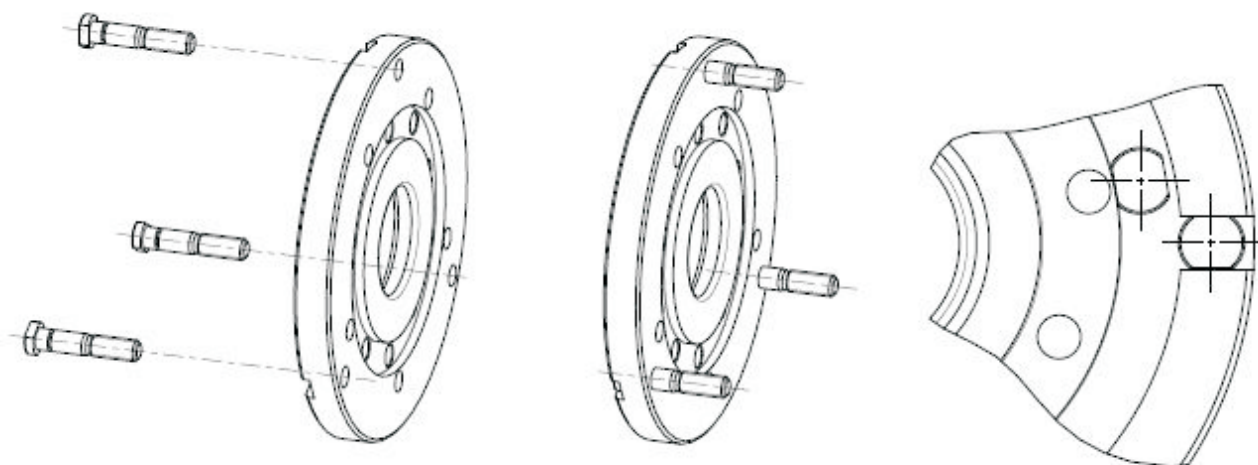

Рисунок 2
- 6.1 Собрать адаптер. Для этого необходимо взять пальцы 2 и вставить их в отверстия фланца, которые соответствуют крепежным отверстиям на диске, зафиксировать их от проворота упором в кольцевую канавку или паз, Рисунок 2. Головка пальца не должна выступать за плоскость фланца.